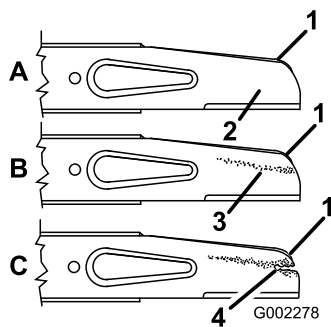

Figure 37
2. Enlevez les écrous, l'accélérateur et la lame (Figure 37).